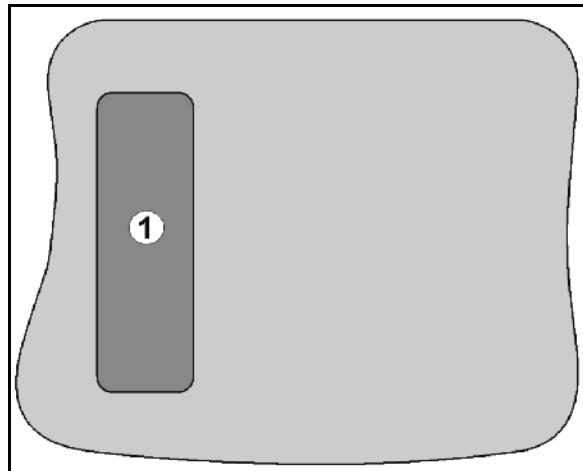

Fig. 9
- Shift-tasten befinner seg på baksiden av enheten (Fig. 9/1).